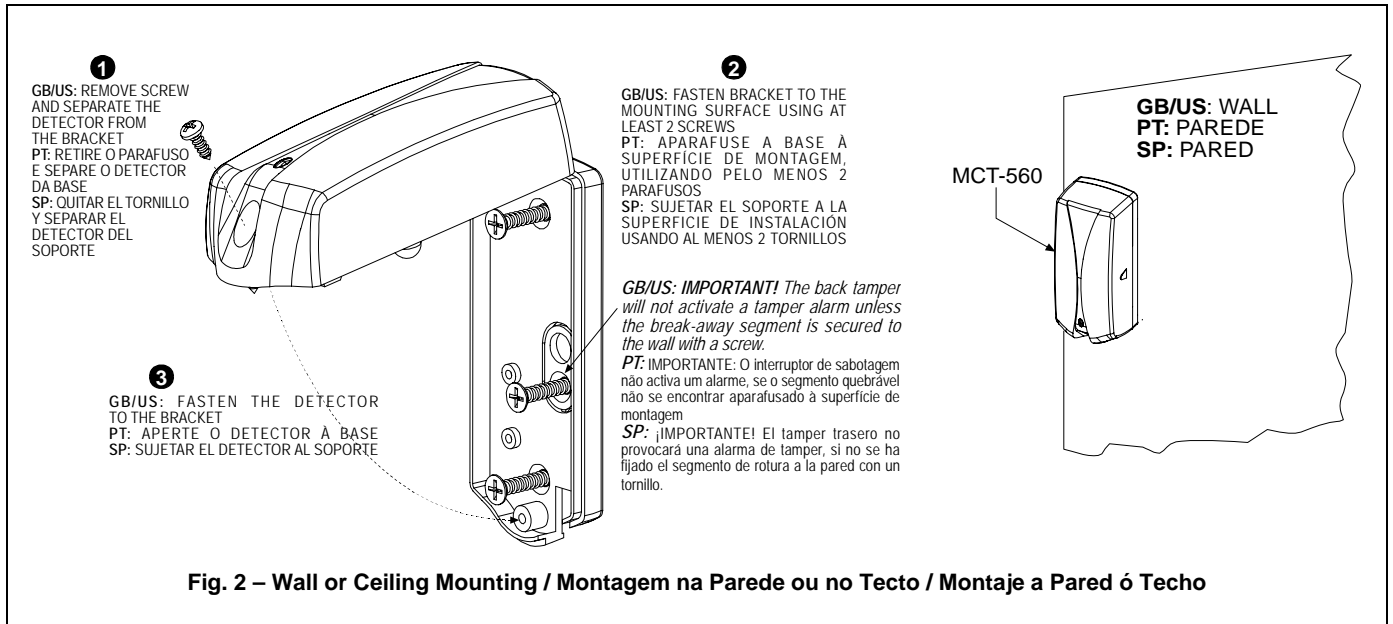

Fig. 2 – Wall or Ceiling Mounting / Montagem na Parede ou no Tecto / Montaje a Pared ó Techo
Siga las instrucciones señaladas en las Figs. 2 y 3 donde se muestra como abrir el detector y acceder al DIP switch.
Sitúe los switches en la posición deseada antes de instalar la pila (ver Fig. 2). Para activar las alarmas de temperatura, seleccione al menos un punto de temperatura conforme a la tabla 2. Utilice un bolígrafo u otro objeto con punta para mover los switches.
2. Inserte la batería en sus terminales (ver Fig. 2), respetando la polaridad. Para una correcta operación, solo use baterías de Lithio (Panasonic / Sanyo tipo CR2 or equivalentes).